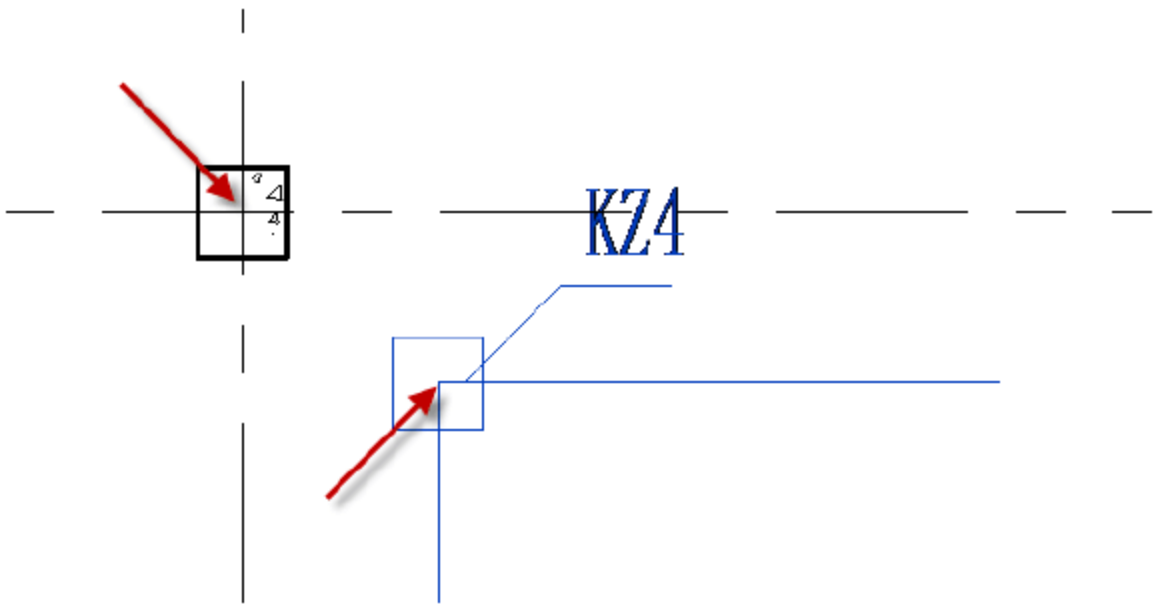
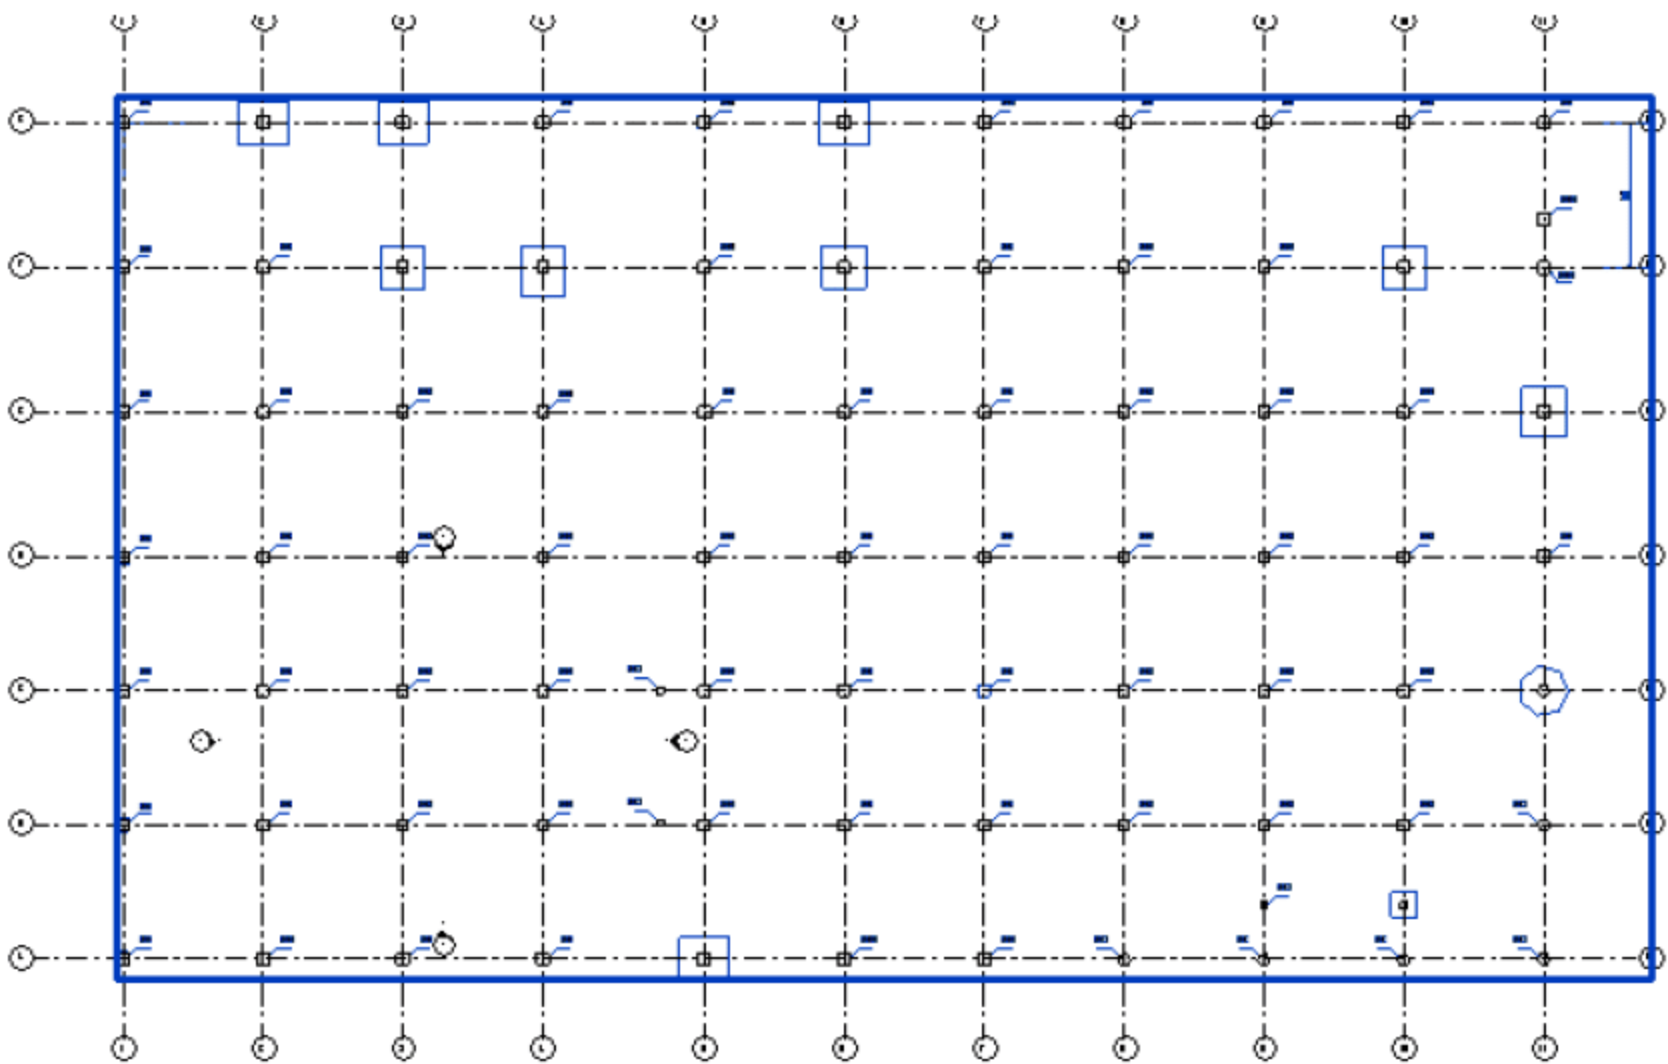

图 4.1.2 调整 CAD 文件位置
图 4.1.3 调整完的界面
(2) 导入配套资源中的 DWG 文件，选择“插入”→“导入 CAD”命令，导入第二层的柱定位的图。
(3) 按快捷键 M+V，调整 CAD 图位置与轴网对齐，如图 4.1.2 所示。使用移动过程中的交点与交点对齐后，导入的 CAD 图就与原有的轴网对齐了，如图 4.1.3 所示。